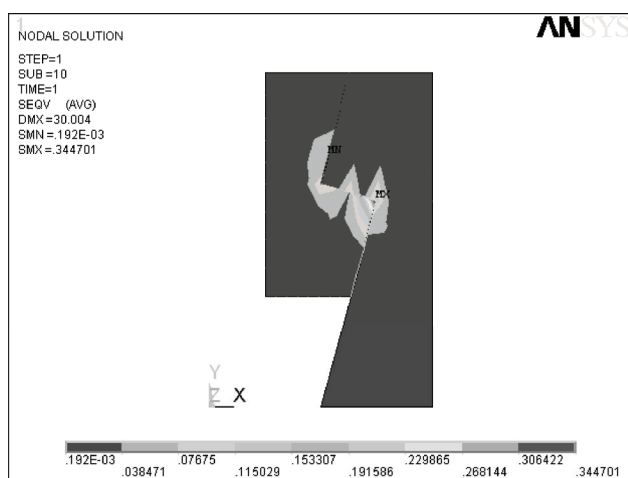

图 5-195 残余应力等值线图
11) 选择 Main Menu | General Postproc | Plot Results | Contour Plot | Nodal Solu 命令, 出现 Contour Nodal Solution Data 对话框, 在 Item to be contoured 列表框中选择 Nodal Solution | Stress | von Mises stress, 单击 OK 按钮, ANSYS 窗口将显示如图 5-195 所示的残余应力等值线图。